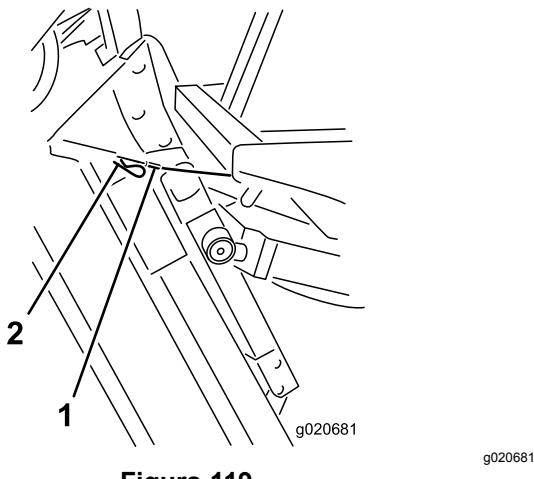

Figura 119
6. Mantenha a plataforma do cortador na vertical, coloque a extremidade do cabo sobre o pino no braço de elevação da plataforma do cortador e fixe com o pino de segurança (Figura 119).